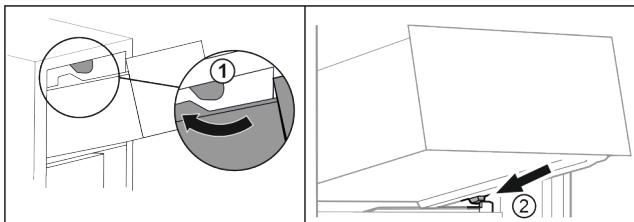

Fig. 56
- ▶ 将抽屉移动到上方止动器附近。Fig. 56 (1)
- ▶ 将抽屉斜放在容器肋梁上的下方止动器后面。Fig. 56 (2)